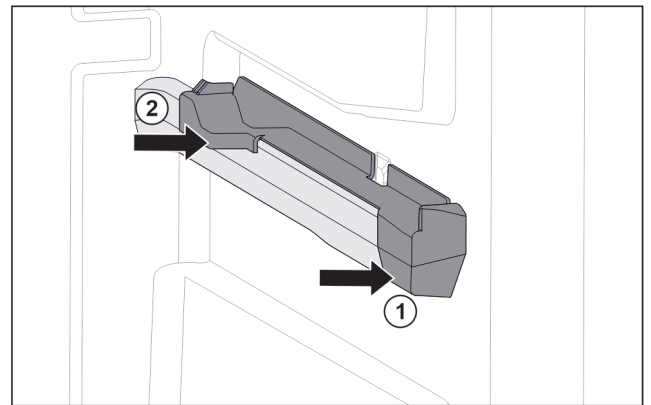

Fig. 108 Insteekelement op rechter containerrib
- Insteekelement voor tegen containerrib plaatsen. Fig. 108 (1)
- Insteekelement achter aandrukken. Fig. 108 (2)